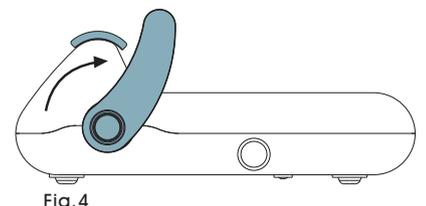

Fig.4
- 5▶ Levante la palanca (fig. 4) y retire el embalaje.